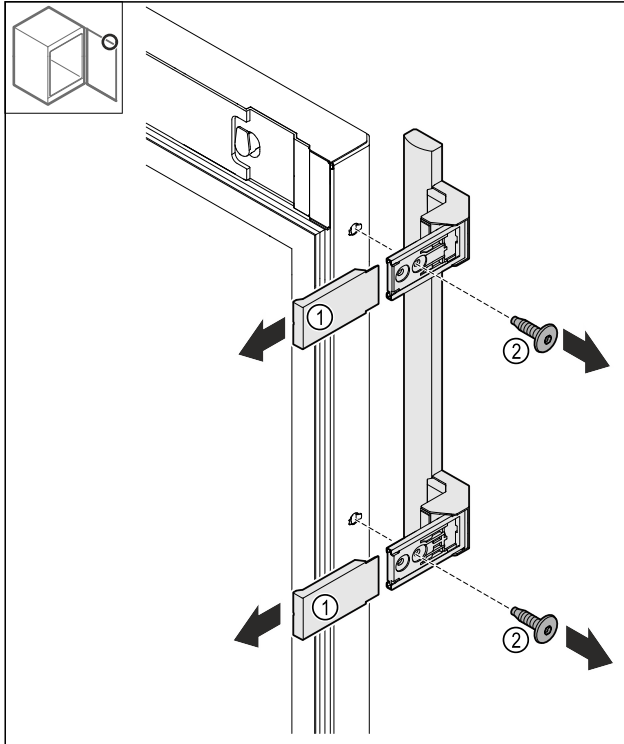

Fig. 19
- Abdeckungen Fig. 19 (1) abziehen.
- Schrauben Fig. 19 (2) lösen.